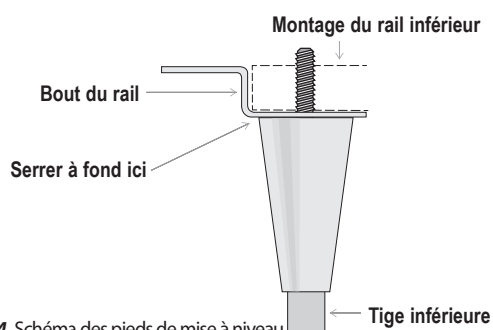

Figure 4. Schéma des pieds de mise à niveau.
3. Vissez les pieds de mise à niveau dans le rail de châssis ou le fond de l'appareil. Voir figures 4 et 5.
5. Si l'appareil n'est pas de niveau, soulevez-la doucement et insérez un support sous la base. Ensuite, à l'aide d'une clé à molette, vissez la tige inférieure vers le haut ou le bas pour que l'appareil soit de niveau et solidement supportée. Voir les figures 4 et 6.